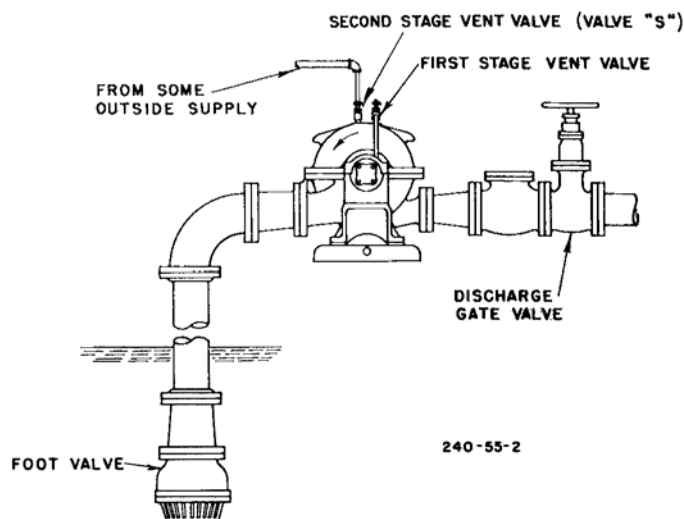

Рис. 14:
- а) Из какого то внешнего источника питания, см. Рис. 14: on page 23.